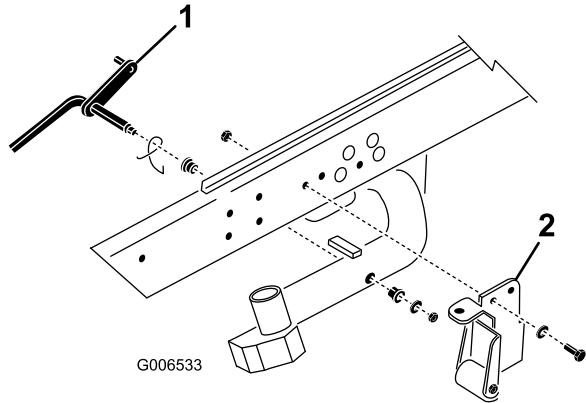

Bild 3
1. Entfernen Sie die Sicherungsmutter und die Scheibe, mit denen die Gelenkstange am Hubarm Nr. 2 befestigt ist (Bild 3). Nehmen Sie die Gelenkstange und die Feder vom Hubarm ab. Wiederholen Sie diese Schritte an den Hubarmen Nr. 1 und Nr. 3.
Hinweis: Die Stützhalterung der Kippvorrichtung mit der Rolle und die Stützhalterungen der Kippvorrichtung werden nicht für den Betrieb der DPA-Mähwerke benötigt (Bild 3). Sie können Sie ggf. entfernen.